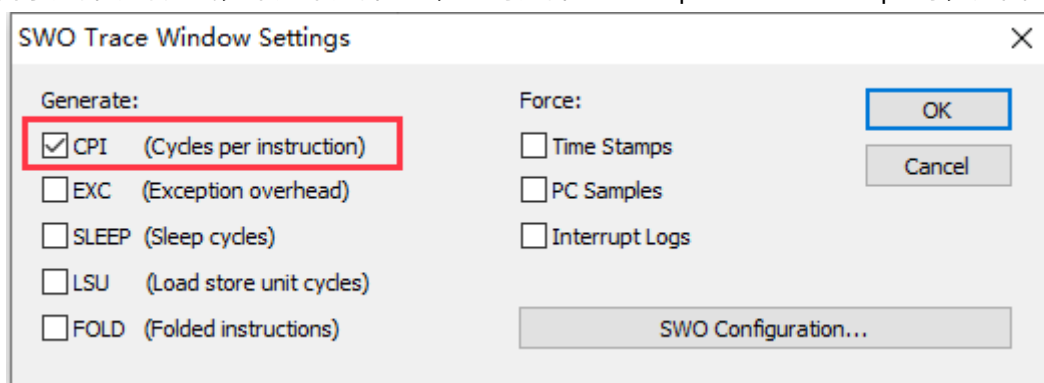

图 3-3 SWO Trace Window Settings
- 进入调试环境，从所使用的仿真器如 J-Link 调试菜单下，打开 SWO Trace Window Settings，根据需求选择跟踪方式，本文中选择 CPI，也可选择 PC Sample、Time Stamps 等，如图 3-3 所示。